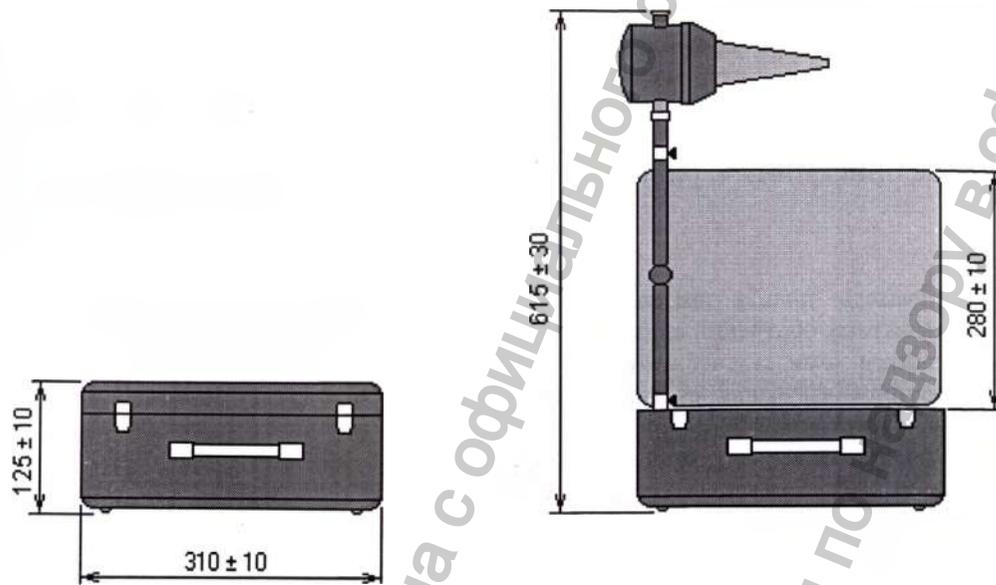

Рисунок 1. Облучатель УФ-коротковолновый для одиночных локализованных облучений переносный БОП-01/27-НАНЭМА. Габаритные размеры.
- 1.1 Облучатель (рис.1) предназначен для проведения местных, полостных и контактных облучений слизистых оболочек носоглотки, миндалин и небольших участков кожи с лечебными и профилактическими целями ультрафиолетовым спектром излучения с длиной волны 230-290 Нм в физиотерапевтических кабинетах.